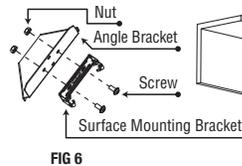

FIG 6
1. Use Screws and Nuts to secure the Angle Bracket to Surface Mounting Brackets as shown in Fig. 6.
- Utilisez des vis et des écrous pour fixer le support d'angle aux supports de montage en surface, comme illustré sur la Figure 6.